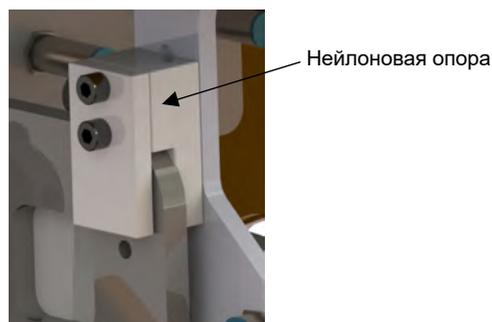

Рисунок 7.14: Нейлоновая опора
- Проверьте нейлоновую опору (рис. 7.14) системы щеткодержателя на предмет износа и зазора. При необходимости, замените их;